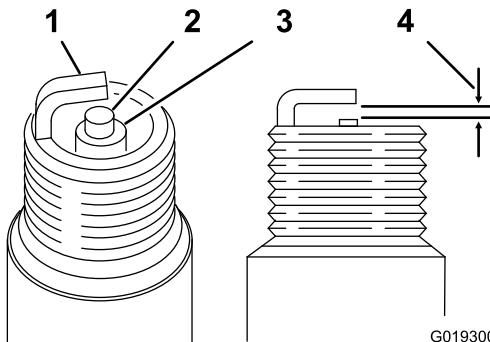

Рисунок 27
4. Осмотрите свечу на наличие износа или повреждений (Рисунок 27).
5. Проверьте зазор свечи зажигания проволочным толщиномером (Рисунок 27).